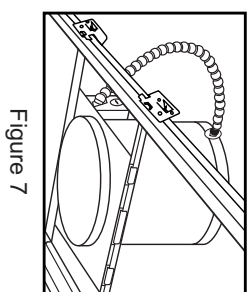
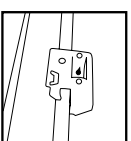

Figure 7
Figure 8
Step 3. Place fixture into position and snap bar hanger foot with integral T-bar clips onto T-bars (Fig. 7). Additional holes provided for securing with wire or screws as needed (Fig. 8).
Paso 3. Coloque el accesorio en la posición y encaje a presión el pie con los clips integrales de la T-barra sobre la T-barra (Fig. 7). Los agujeros adicionales proveídos para asegurar el alambre o los tornillos según lo necesario (Fig. 8).